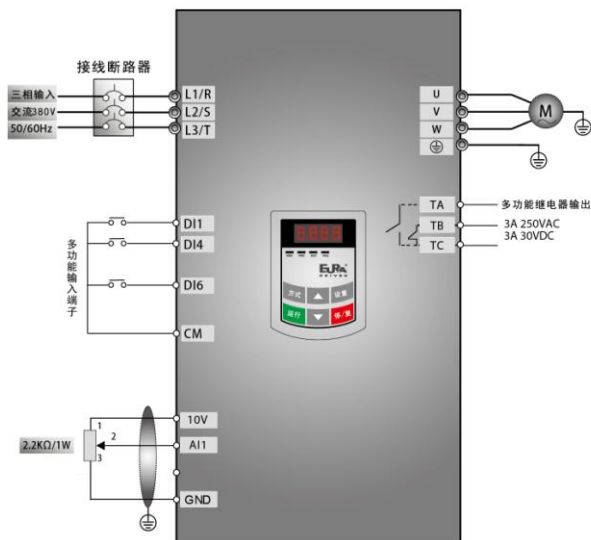

图 5-8 接线图 3
- (1) 按图 5-8 配线，检查接线正确后，合上空气开关，变频器上电。注意：外部模拟信号设定电位器可选择 2K~5K 电位器。对于精度要求高的场合请选用精密多圈电位器，接线使用屏蔽线，屏蔽层近端可靠接地。